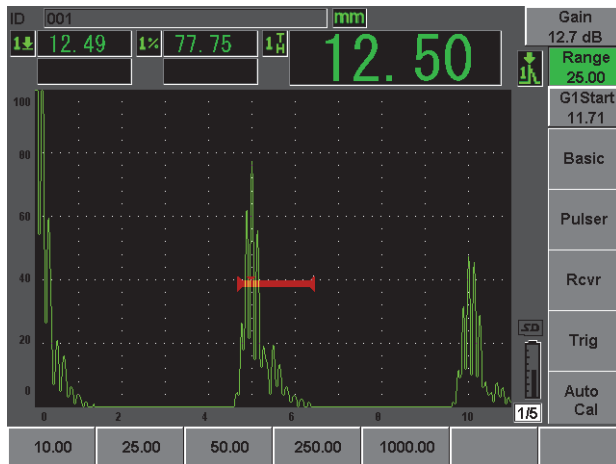

Figure 2-17 Valeur de l'étendue
16. Appuyez sur **[RANGE]**, et puis régler l'étendue de l'écran à la valeur voulue (voir la Figure 2-17 à la page 53).